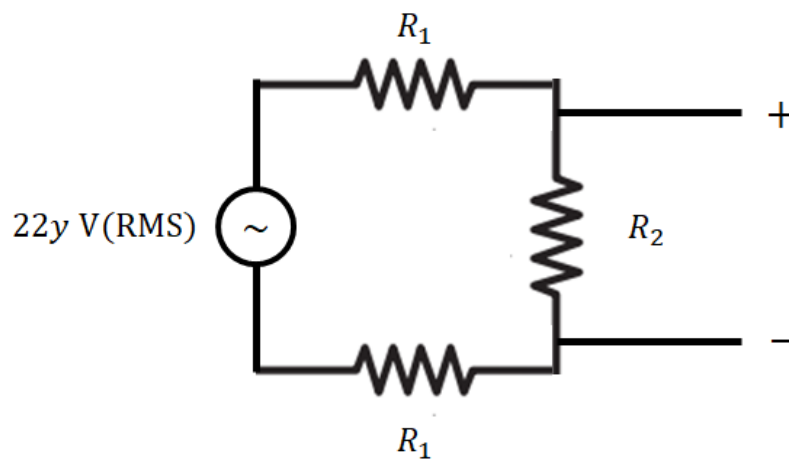

Figura 3
**Questão 10** – A Figura 3 ilustra um circuito divisor de tensão usado para a medição da tensão AC da rede elétrica, que você deve considerar como tendo um valor máximo de 220 V RMS (substitua y pelo último algarismo da sua matrícula). A saída do divisor de tensão é conectada